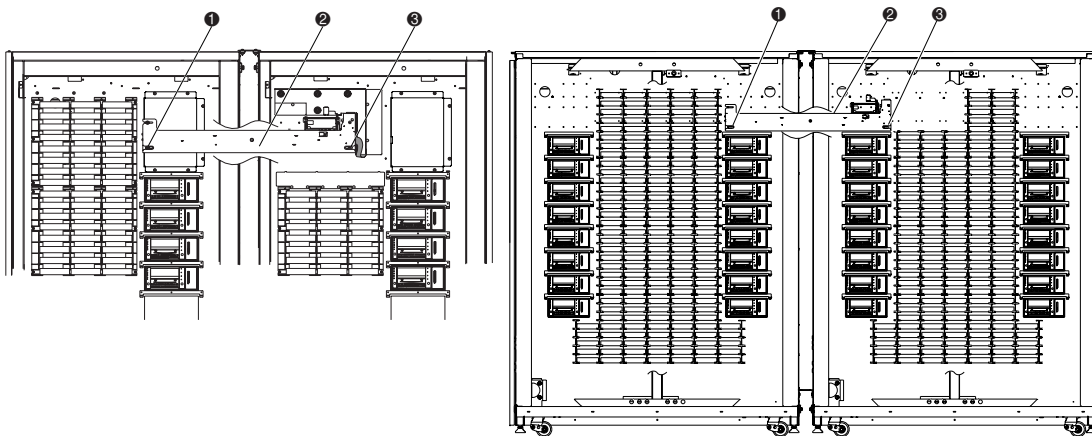

Figura 2-9. Instalación del PTM
- ❶ Ubicaciones de montaje del PTM de las bibliotecas izquierda y derecha
- ❷ Envoltura de cable de PTM
- ❸ Tornillos y arandelas (4)
- ❹ Pinzas especiales (3)
- ❺ Cubierta de apertura de la estantería del receptáculo y pinzas especiales (6)
8. Mantenga el PTM en posición vertical, introdúzcalo en la ranura del PTM de la biblioteca derecha y en la biblioteca izquierda (consulte la Figura 2-9).
- ❶ Ubicaciones de las fichas inferiores de montaje del PTM
- ❷ PTM
- ❸ Lengüeta de montaje inferior
10. Coloque los dos tornillos (Referencia 0905057) con arandelas (Referencia 0685023) en las lengüetas de montaje del PTM, una en cada biblioteca (❶ Figura 2-9).